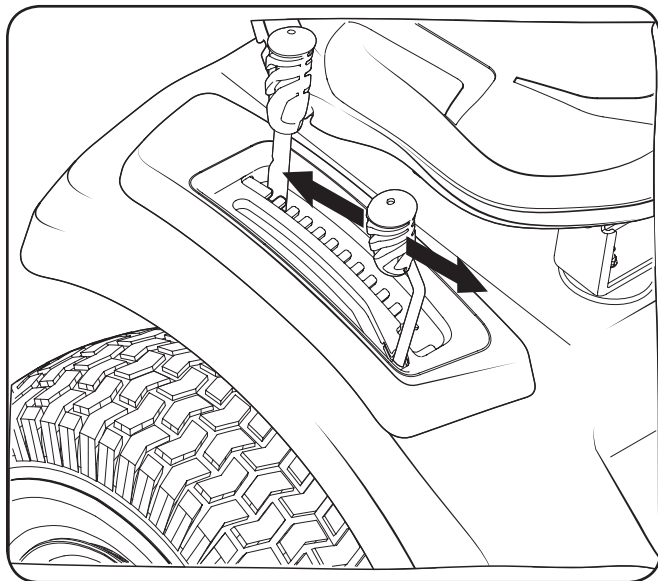

Figura 5-4
2. Empuje la palanca de la PTO hacia adelante a la posición de acople (ON). Consulte Figura 5-4.